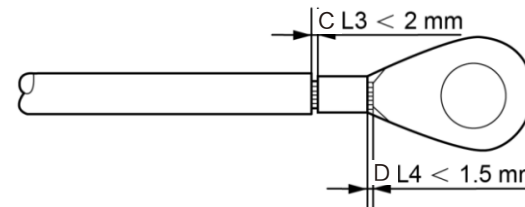

图3.18 线缆压接
4. 将剥开的线缆插入OT端子压接区域，然后使用液压夹将端子压接到线缆上（参见图3.18）。